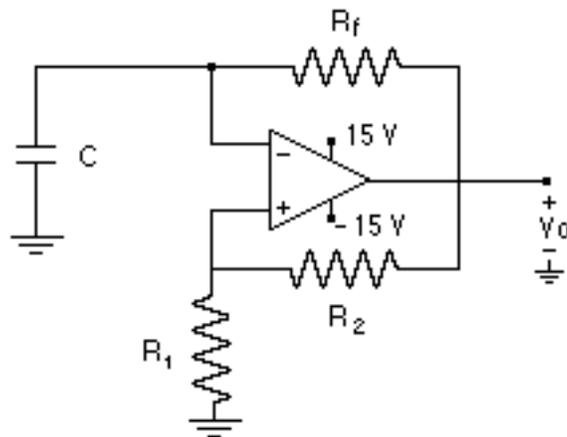

Figura 4.4.- Oscilador de onda cuadrada
14.- El circuito mostrado en la Figura 4.4 es un oscilador de onda cuadrada. En este caso el lazo de realimentación no se conecta a la entrada negativa sino a la entrada positiva. Explique brevemente el funcionamiento del circuito.
9.- Monte el circuito oscilador de onda cuadrada de la Figura 4.4 y compruebe que funciona correctamente. Registre la amplitud, la frecuencia y el ciclo de trabajo para la señal obtenida con el conjunto de valores de C , R_f , R_1 y R_2 utilizado inicialmente. Incluya cualquier observación que juzgue de interés para explicar dichos resultados.